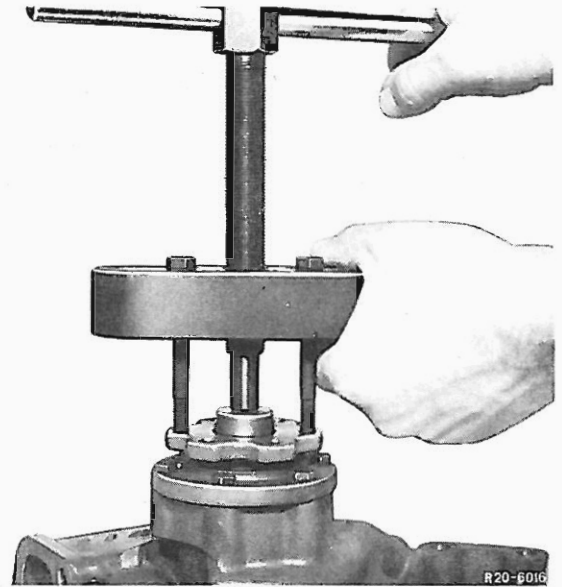

Bild 1
- 1 Nabe auf der Wasserpumpenwelle mit Abziehvorrichtung 355 589 00 33 00 abdrücken (Bild 1).